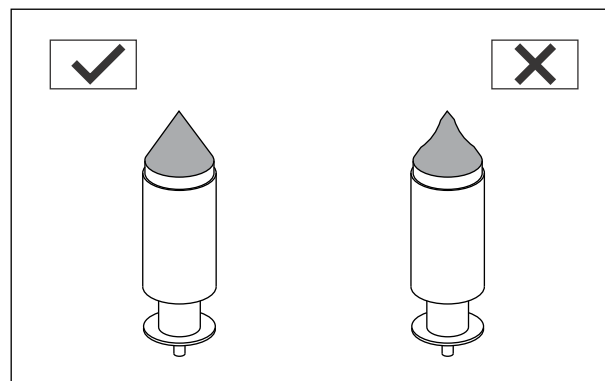

Fig. 4.25
- Si la aguja del flotador está completamente gastada como se muestra (Fig. 4.25) reemplazarla con una nueva.